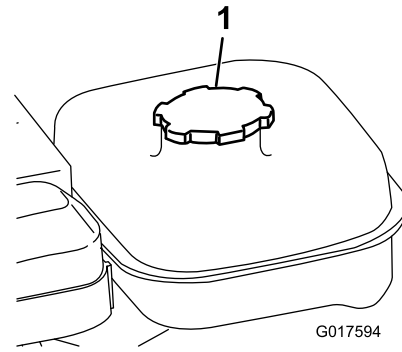

Bild 17
1. Reinigen Sie den Bereich um den Tankdeckel und nehmen den Deckel ab (Bild 17).